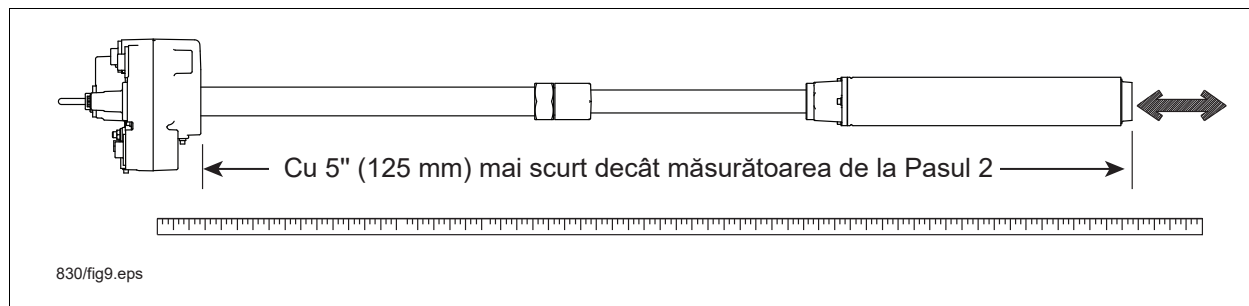

Figura 10. Ajustarea lungimii pompei
Notă: Pentru pompe cu lungime fixă, referința Figura 10, verificați ca distanța între fundul distribuitorului și fundul UMP să fie cu 5 țoli (125mm) (15 țoli [381mm] pentru aspirația flotantă) mai scurtă decât distanța măsurată la Pasul 2. Desfășurați spirala de la partea de sus a pachetului. Apoi treceți la Pasul 7.
- Referința Figura 10, trageți capătul UMP până ce distanța între fundul distribuitorului și fundul UMP este cu 5 țoli (125 mm) (15 țoli [381 mm] pentru aspirația flotantă) mai scurtă decât distanța măsurată la Pasul 2.